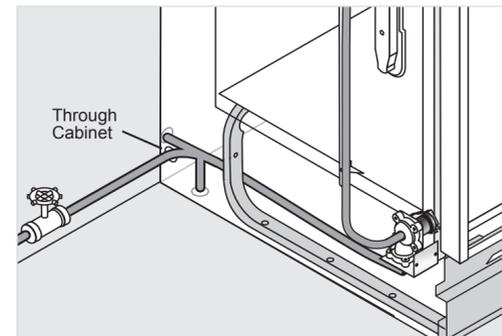

Figure 4
- Déterminez la quantité de tuyaux nécessaires pour relier l'alimentation en eau chaude à la valve d'entrée d'eau de l'électroménager. Les tuyaux en cuivre doivent avoir un diamètre extérieur minimum de 3/8 po (9,5 mm). Les tuyaux en plastique à haute pression et haute température à diamètre intérieur minimum de 1/4 po (3 mm) peuvent être utilisés. Une vanne d'arrêt installée à l'extérieur de l'armoire du lave-vaisselle est préférable. Voir Figure 4.